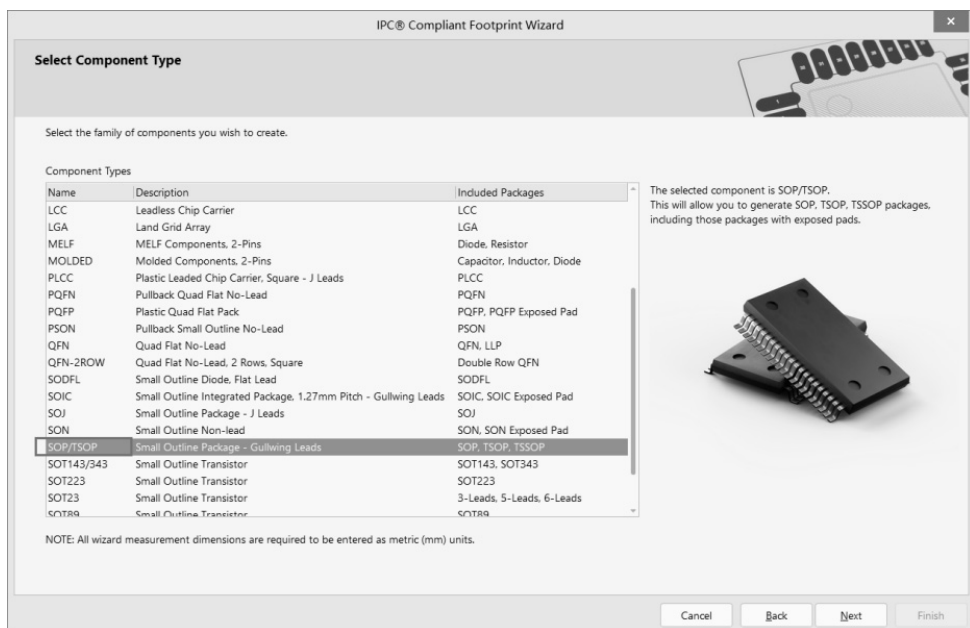

图 3-46 选择封装类型
(2) 单击 Next 按钮，在弹出的 Select Component Type 对话框中，选择相对应的封装类型，这里选择 SOP 系列，如图 3-46 所示。